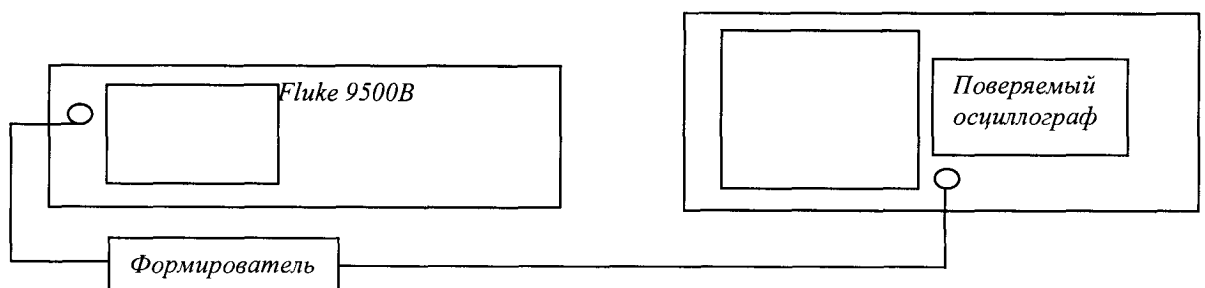

Рис.1.
7.3.1. Определение погрешности измерения напряжения производится с помощью калибратора осциллографов Fluke 9500В с использованием формирователя 9530 по схеме рис.1.
7.3.2. Определение времени нарастания переходной характеристики (ПХ) производится в соответствии со схемой рис.1. с использованием формирователя, указанного в таблице 4.
7.3.3. Определение погрешности измерения периода (частоты) проводят методом прямых измерений частоты нулевых биений сигналов АЦП осциллографа с использованием генератора синусоидального напряжения калибратора осциллографов Fluke 9500В в соответствии со схемой рис.1.